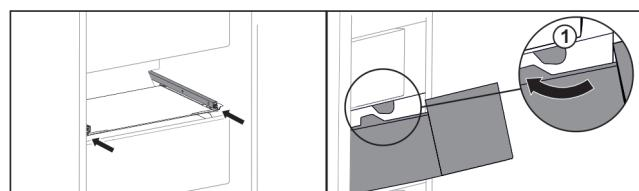

Fig. 125
- Prevedťte zásuvku okolo zarážok Fig. 125 (1).